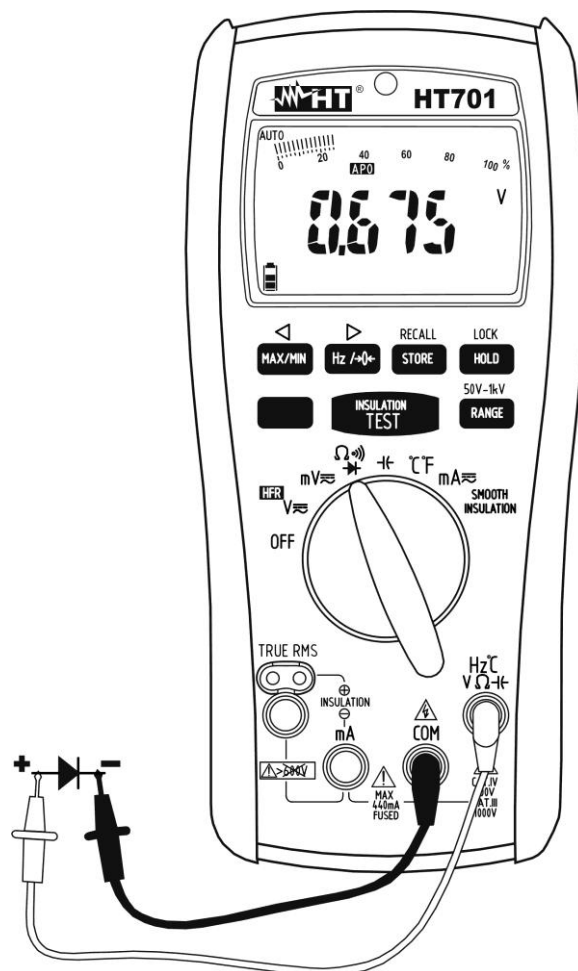

Fig. 7: Uso do instrumento para o Teste de Díodos
4. Colocar as ponteiros nas extremidades do díodo em exame respeitando as polaridades indicadas (consultar a Fig. 7). O valor da tensão do patamar em polarização directa é mostrado no display. Para uma boa junção P-N, o instrumento deve apresentar um valor compreendido entre 0.4 e 0.9V. Se o valor da tensão do patamar é 0mV a junção P-N do díodo está em curto-circuito.
5. Se o instrumento apresenta a mensagem “**OL**”, os terminais do díodo estão invertidos em relação ao indicado na Fig. 7 ou a junção P-N do díodo está danificada.